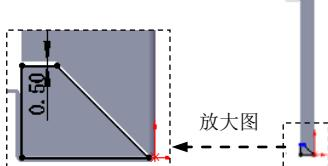

图 17.9.36 横断面草图
(1) 选择命令。选择下拉菜单 **插入(I)** → **钣金(B)** → **边线法兰(E)...** 命令，系统弹出“边线法兰”对话框。
(2) 定义特征的边线。选取的模型边线为生成的边线法兰的边线。
(3) 定义法兰参数。在 **角度(G)** 区域的 **A** 文本框中输入角度值 90.0。在 **法兰长度(L)** 区域的下拉列表中选择 **给定深度** 选项，输入深度值 15.0。在此区域中单击“内部虚拟交点”按钮 。在 **法兰位置(N)** 区域中单击“折弯在外”按钮 .
(4) 单击 按钮，完成边线法兰 13 的初步创建。
(5) 编辑边线法兰 13 的草图。在设计树的 **边线-法兰13** 上右击，在系统弹出的快捷菜单中单击 命令，系统进入草图环境。绘制图 17.9.36 所示的横断面草图。退出草图环境，此时系统完成边线一法兰 13 的创建。